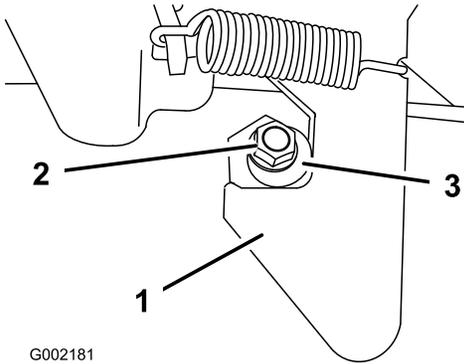

Bild 54
1. Lösen Sie die Sicherungsmutter am Ende der Riegelstrebe (Bild 54).
2. Drehen Sie die Riegelstrebe nach rechts, bis sie bündig mit dem Hakenteil des Riegels ist (Bild 54).